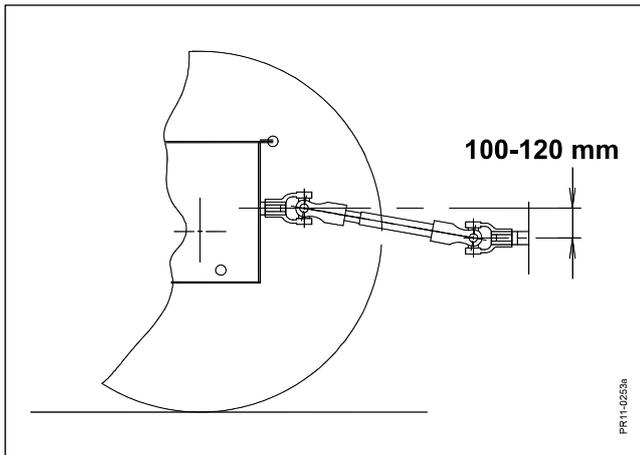

Fig. 2-13
- Fig. 2-13** 8) Die Arbeitsstellung der Maschine wird festgelegt, d. h. der Zapfwellenanschluß (PIC) auf dem Winkelgetriebe an dem Toprahmen muß 100-120 mm niedriger als die Zapfwelle des Schleppers sein, entsprechend einer Neigung der Gelenkwelle von ca. 10°.